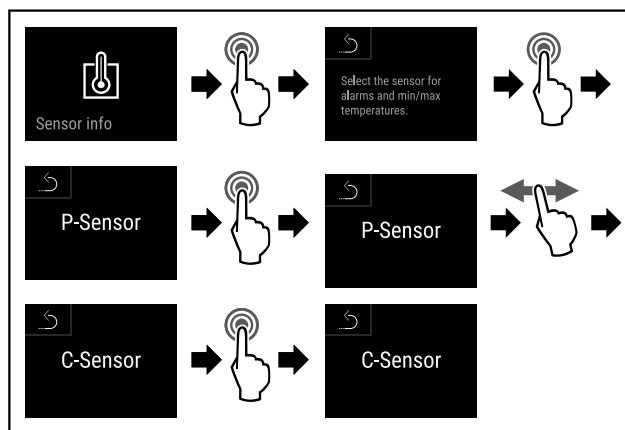

Fig. 166
- ▶ Eseguire i passi (vedere Fig. 166).